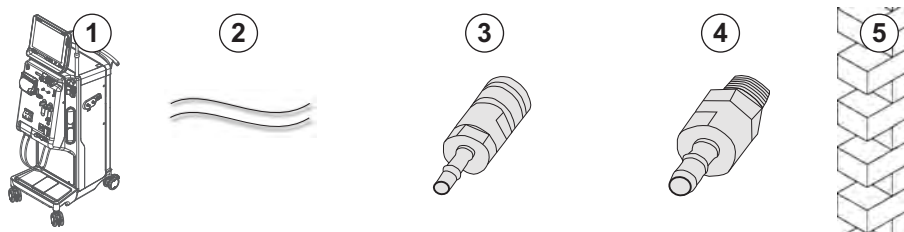

Fig. 4-7 Aquaboss-koblinger, central konzentratforsyning
- Konzentratkobling, hun (Fig. 4-7, ③) (maskinside), materiale 1.4529 EPDM
- Konzentratlukningsnippel, han AISI 316L (④ , vægsiden), materiale 1.4529 EPDM
1. Forbind konzentratkoblingen, hun ③ til den centrale konzentratforsyningslange ② der kommer direkte fra maskinen.
2. Forbind konzentratkoblingen, hun ③ til konzentratlukningsniple, han ④ , som er fastgjort på væggen.